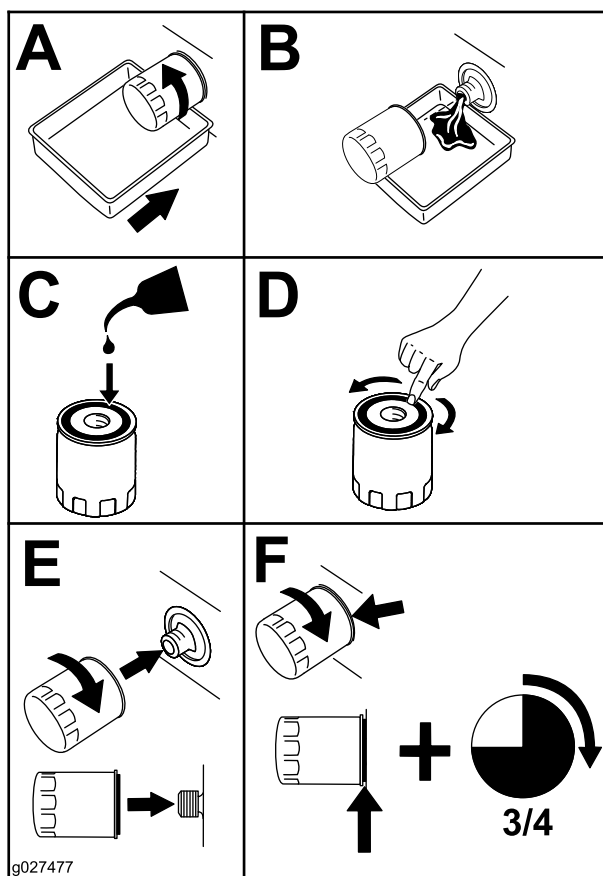

Figura 34
4. Sustituya el filtro de aceite (Figura 34).